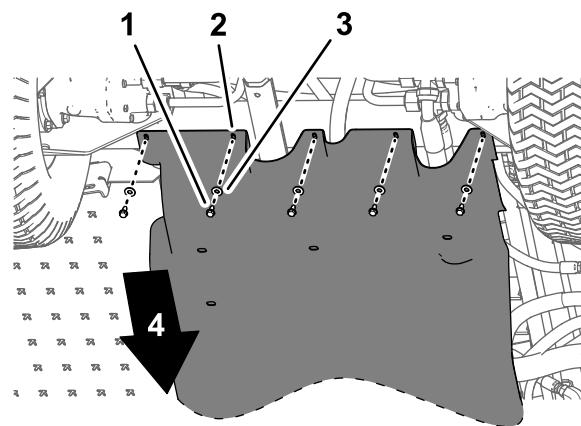
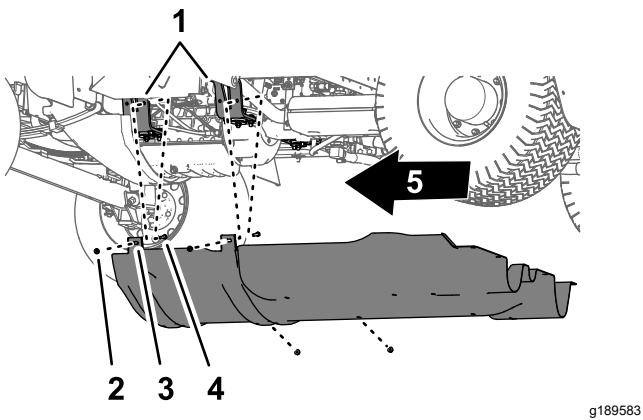

Bild 67
Bild 68
1. Entfernen Sie die fünf Bundkopfschrauben ($5/16" \times \frac{1}{8}"$) und fünf Scheiben ($5/16"$), mit denen die Rückseite der Fahrwerkabdeckung am Chassis der Maschine befestigt ist (Bild 67).
2. Nehmen Sie die vier Sicherungsbundmutter ($5/16"$) von den Schrauben und der Schlossschraube ab, mit denen die Befestigungsnasen der Fahrwerkabdeckung an den Befestigungshalterungen des Motors der Maschine befestigt sind (Bild 68).
4. Nehmen Sie die Fahrwerkabdeckung von der Maschine ab (Bild 67 und Bild 68).
1. Fluchten Sie die Fahrwerkabdeckung mit dem unteren Chassis der Maschine aus, siehe Bild 68 in Entfernen der Fahrwerkabdeckung \(Seite 56\).
2. Schieben Sie die Befestigungsnasen der Fahrwerkabdeckung über die Schrauben und die Schlossschraube an den Motorbefestigungshalterungen der Maschine, siehe Bild 68 in Entfernen der Fahrwerkabdeckung \(Seite 56\).
3. Befestigen Sie die Fahrwerkabdeckung mit den vier Sicherungsbundmutter (5/16"), die Sie in Schritt 2 von Entfernen der Fahrwerkabdeckung \(Seite 56\) entfernt haben, an den Befestigungshalterungen des Motors (Bild 68).
4. Fluchten Sie die Löcher im hinteren Teil der Fahrwerkabdeckung mit den Löchern im Chassis aus, siehe Bild 67 in Entfernen der Fahrwerkabdeckung \(Seite 56\).
Entfernen der Fahrwerkabdeckung \(Seite 56\) entfernt haben, am Chassis (Bild 67).